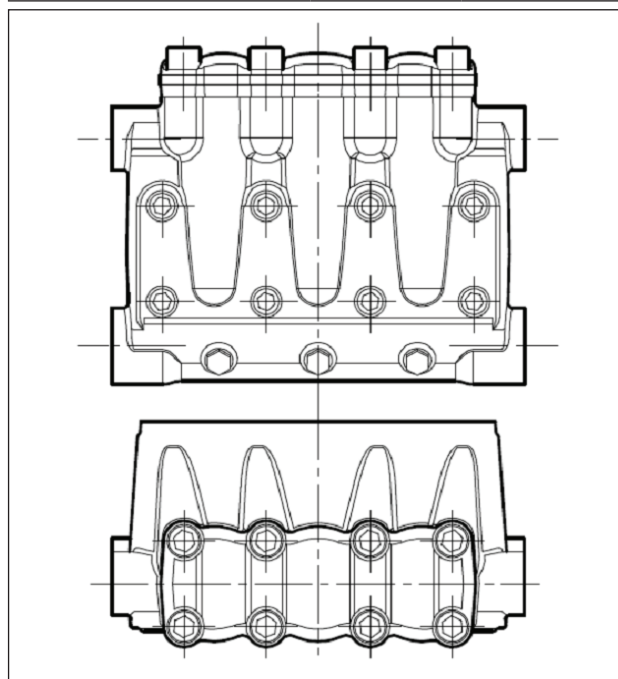

Fig. 34
- ** Los tornillos de fijación del cabezal pos. dib. desglosado 39 deben ser ajustados utilizando una llave dinamométrica respetando el orden indicado en el esquema de la (Fig. 34).
- *** Los tornillos de fijación de la tapa de válvulas pos. dib. desglosado 41 deben ser ajustados utilizando una llave dinamométrica respetando el orden indicado en el esquema de la Fig. 34.